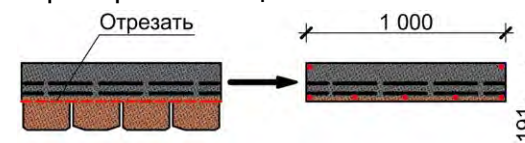

Рис. 18. Схема изготовления карнизной черепицы из рядовой и расположение гвоздей.
7.1.6 Для серий EUROPA и EURASIA допустимо использовать коньково-карнизную черепицу других серий (цвет может отличаться), а также изготавливать карнизную черепицу из рядовой путём отрезания лепестков (рис. 18).